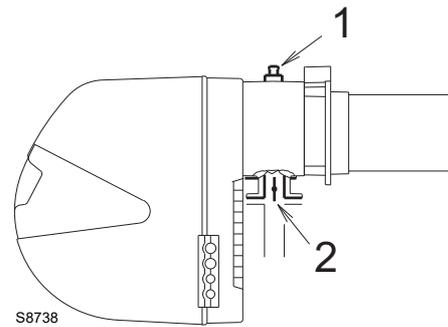

Abb. 25
Gasdruck gemessen an Anschluss 1)(Abb. 25 auf Seite 26), mit:
- Ziehen Sie vom Gasdruck am Anschluss 1)(Abb. 25 auf Seite 26) den Druck in der Brennkammer ab.
Zur Ermittlung des für den an der Entnahmestelle 1)(Abb. 25), erforderlichen Gasdrucks, nachdem die gewünschte Leistung des Brenners festgelegt wurde:
- Rechts, den Druck an der Entnahmestelle 1)(Abb. 25) ablesen
erforderlicher Druck an der Entnahmestelle 1)(Abb. 25).